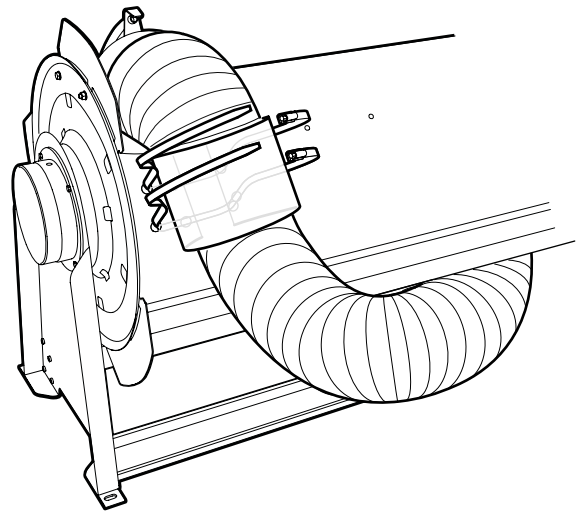

Fig. 11
7. Säkra slangen med gummiduk och slangklammer enligt **Fig. 11**.